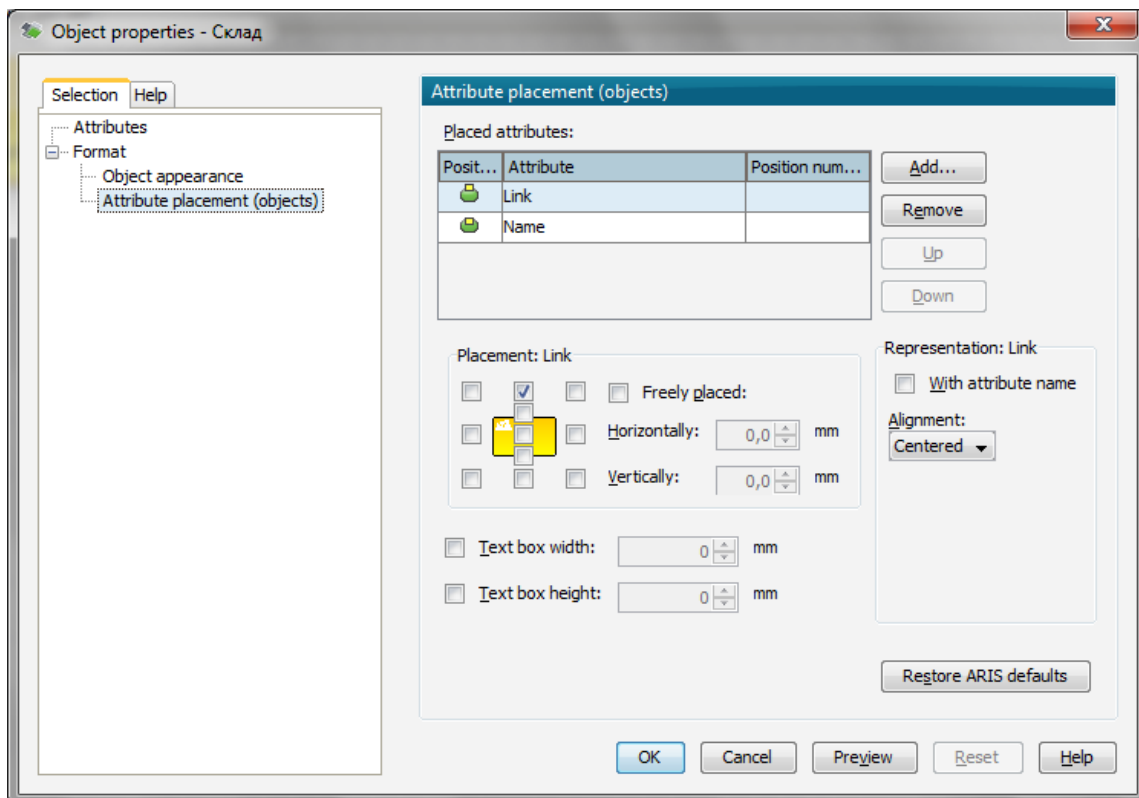

Рис. 2.13. Визначення місця розташування на схемі ярлика для посилання
4. Розмістіть на моделі ярлик для посилання. Для цього в вікні **Object properties** перейдіть на вкладку **Attribute placement (objects)**, натисніть кнопку **Add** і оберіть атрибут **Link**. Потім поставте прапорець у тому місці моделі, де ви хочете його розмістити (рис. 2.13).